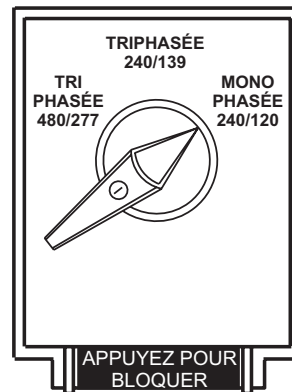

Figure 38. Le Commutateur de Sélection de la Tension
- Placez le commutateur de sélection de la tension dans la position désirée (Figure 38).